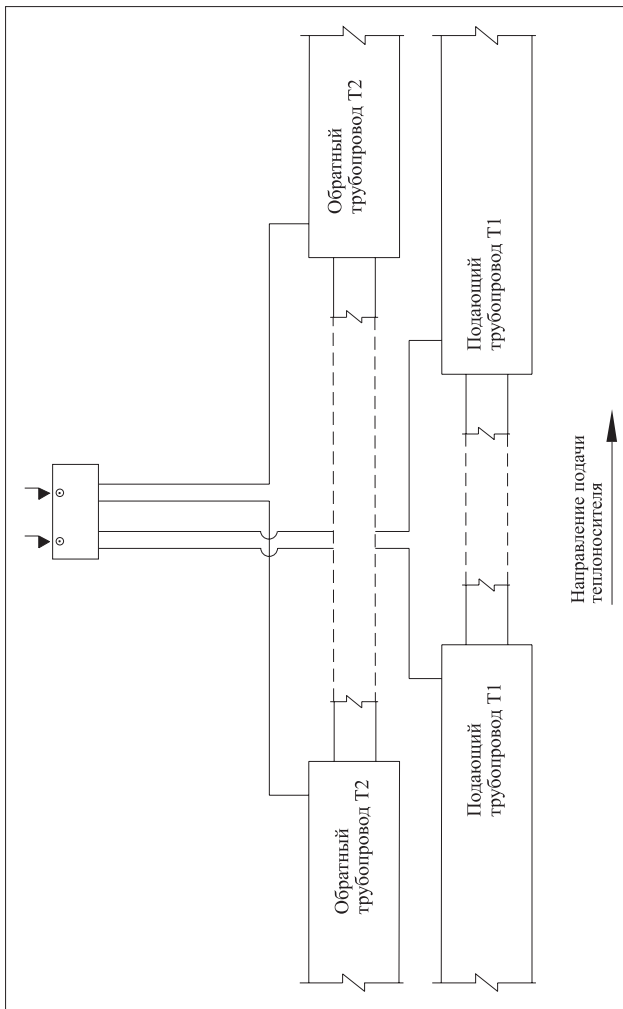

Рис. 4 «Разъединение/закольцовка двух независимых двухтрубных систем ОДК»
- 2.3. Разъединение/закольцовка двух независимых двухтрубных систем ОДК, сходящихся с двух сторон в тепловой камере или другом объекте - **Рис. 4, 9.**